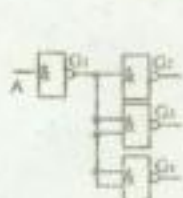

图 1
1. 二进制数 $(11101101.1)_2$, 其对应的余 3 码为 (1)。
2. 某代码 (100011000011) 对应的十进制为 $(593)_{10}$, 该代码为 (2)。
4. 逻辑函数 $F_{(A,B,C,D)} = A \oplus B \oplus C \oplus D$, 其 \bar{F} 的最小项表达式为 (5)。
5. 逻辑函数 $F_{(A,B,C,D)} = \bar{A}\bar{B}\bar{D} + \bar{A}\bar{B}\bar{C}\bar{D} + \bar{A}BD$, 约束条件为 $AB + AC = 0$, 其最简与或非式为 (6)。
6. 用触发器设计一个模值为 36 的计数器, 所需要的触发器数目是 (7)。
7. 某 RAM 芯片, 地址为 $A_0 \sim A_{10}$, 输出为 $Y_0 \sim Y_7$, 该 RAM 的存储容量为 (8), 用它构成 $256K \times 16$ 位的存储器, 需要 (9) 片。
10. TTL 逻辑门电路 G_1, G_2, G_3, G_4 组成如图 1 所示电路, 它们的输入短路电流 I_{is} 为 $1.5mA$, 每个输入端的反向漏电流 I_{in} 为 $0.05mA$, 灌电流负载小于 $10mA$, 拉电流负载小于 $2mA$ 。当 $A=1$ 时, 经过 G_1 输出端的电流大小是 09 mA, 当 $A=0$ 时, 经过 G_1 输出端的电流大小是 00 mA, 对于 G_1 , 其输出端最多能带同类两输入与非门的个数为 09。